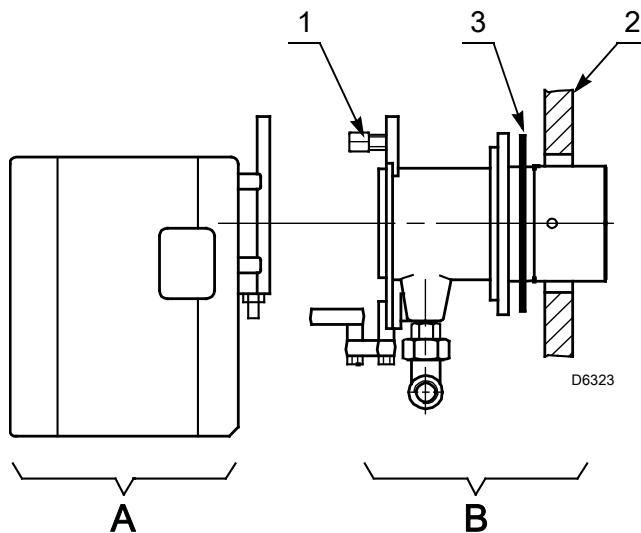

图 10
- 移开螺母 1) 及 A) 部分 (图 10) 后, 将燃烧头组件与燃烧器分离。
- 在 B) 部分 (图 10) 安装上绝热垫 3) 后与锅炉挡板 2) 紧固连接。